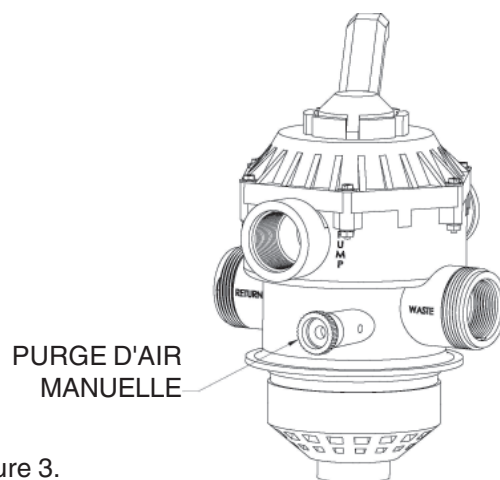

Figure 3.
4. Ouvrez la purge d'air manuelle. (Reportez-vous à la Figure 3.) **ÉCARTEZ-VOUS DU FILTRE.** Amorcez et mettez la pompe en marche en suivant les instructions concernant la pompe et laissez le filtre se remplir d'eau. Refermez la purge d'air lorsque l'eau s'écoule en un jet continu.